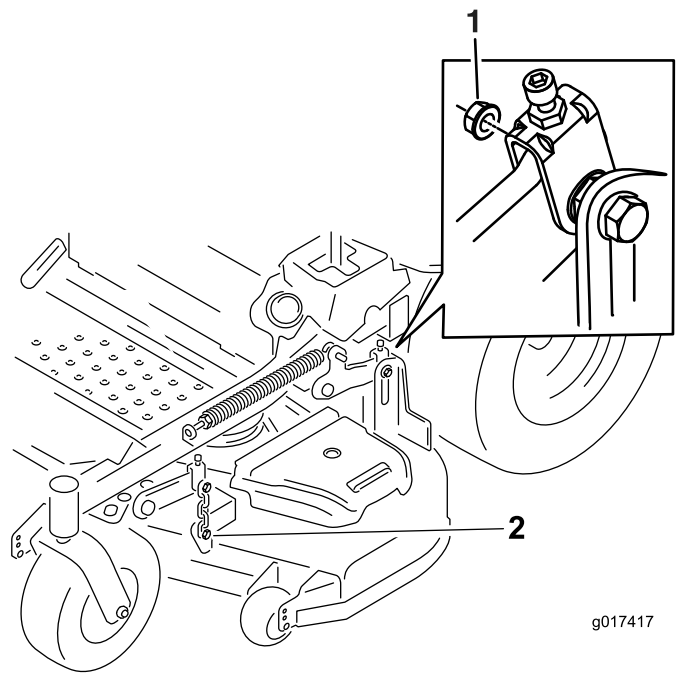

Figura 86
7. Rimuovete e conservate la bulloneria su ambo i lati del piatto di taglio come mostrato in (Figura 86).